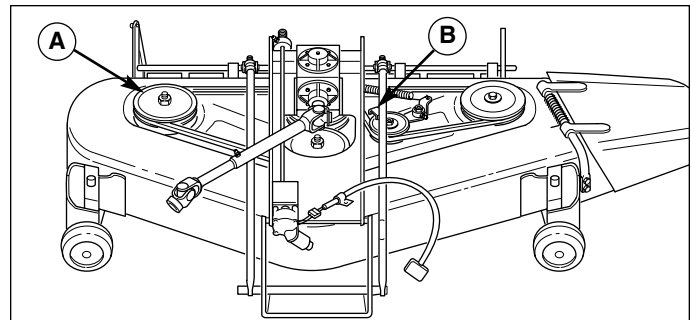

Figure 45. Tondeuse de 122 cm – Couvercles retirés
3. A l'aide d'un crochet ressort ou d'une boucle de ficelle, libérer le ressort du galet tendeur de la courroie (A, figure 45).
8. Vérifier que la butée de galet tendeur (B, figure 45) est correctement alignée. Voir REGLAGE DE LA BUTEE DE GALET TENDEUR.